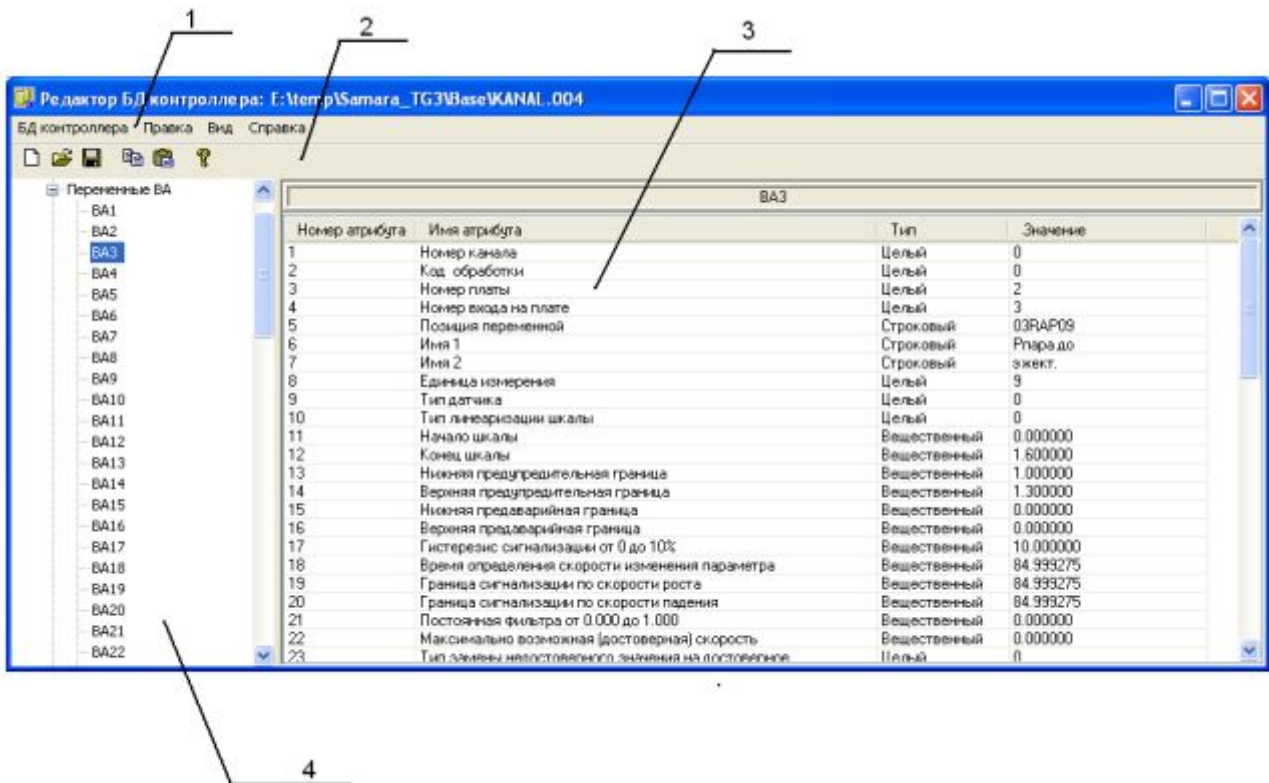

Рисунок 2.6 – Окно «Редактор БД контроллера»
Назначение атрибутов переменных (рисунок 2.6) смотрите в документах «Модульная интегрированная SCADA КРУГ-2000. Кругол. Интегрированная среда разработки. Руководство пользователя» и «Модульная интегрированная SCADA КРУГ-2000. Генератор базы данных. Руководство пользователя. Часть 2»
- 2 В появившемся окне «Редактор БД контроллера» (рисунок 2.6) задать/изменить описание базы данных.